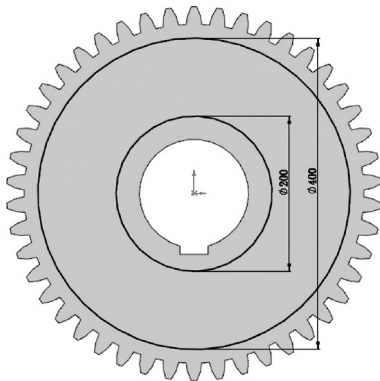

图 8-43 切除草图
**02** 绘制草图。选择菜单栏中的“工具”→“草图绘制实体”→“圆”命令，或单击“草图”控制面板中的“圆”按钮，绘制两个以原点为圆心，直径分别为 200mm 和 400mm 的圆作为切除的草图轮廓，如图 8-43 所示。